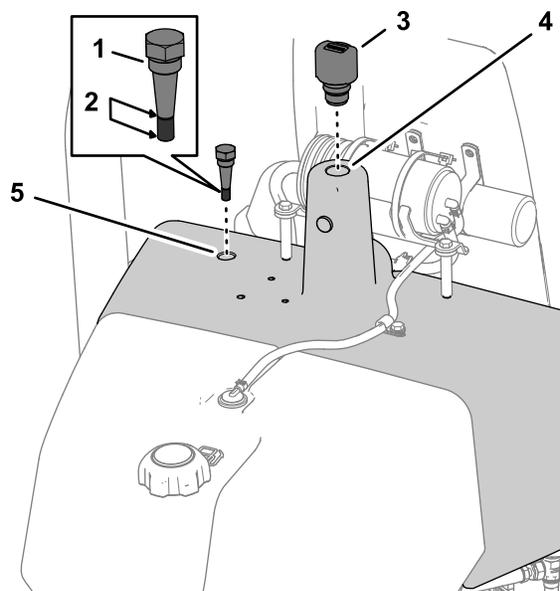

Figura 51
3. Desenrosque la varilla situada en la parte superior del depósito hidráulico, limpie la varilla, vuelva a colocarla, y retírela de nuevo (Figura 51).
4. Si no hay aceite en la varilla, retire el tapón del cuello de llenado del depósito de fluido hidráulico (Figura 51) y añada lentamente el fluido hidráulico especificado al depósito hidráulico hasta que el nivel llegue a la ranura de la varilla; consulte Cambio del fluido hidráulico y los filtros (página 41).
5. Instale la varilla y el respiradero en el depósito hidráulico (Figura 51).